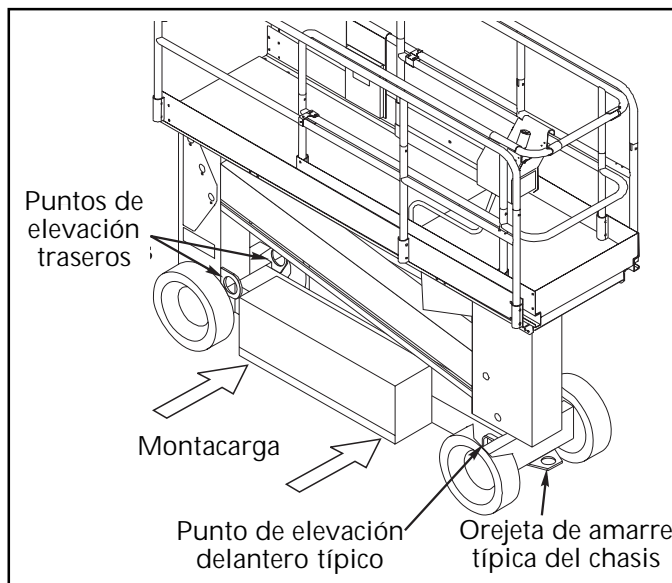

Figura 3: Transporte de la plataforma de trabajo
Levantar con el montacarga desde el costado del chasis, por debajo de los módulos (Figura 3).
Fijar las correas a los puntos para izar del chasis (Figura 3).
2. Sujetar la plataforma de trabajo al vehículo de transporte con cadenas o correas de la capacidad de carga adecuada, sujetas solamente a las orejetas de amarre del chasis (Figura 3).